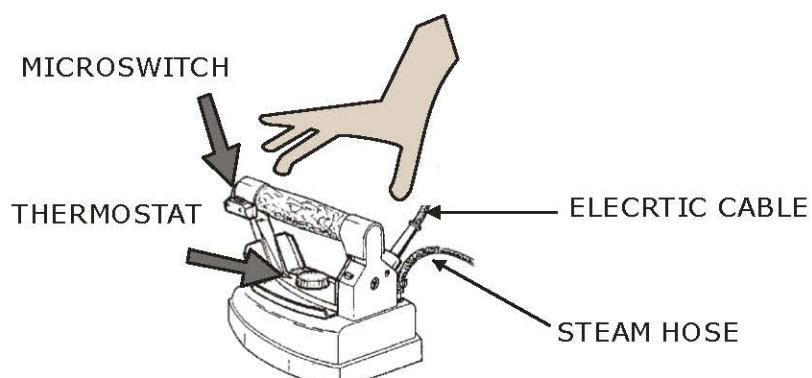

Рис. 2
1. Начните глажить, с равными интервалами нажимая клавишу утюга (рис. 2), включая пар. Включайте всасывание, чтобы подсушивать одежду и избежать застоя на гладильной доске.